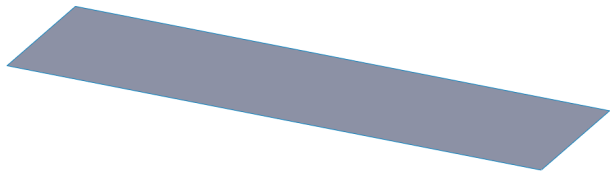

图 7-62 打开素材模型
(1) 单击常用工具栏中的【打开】按钮，打开一幅素材模型，如图 7-62 所示。